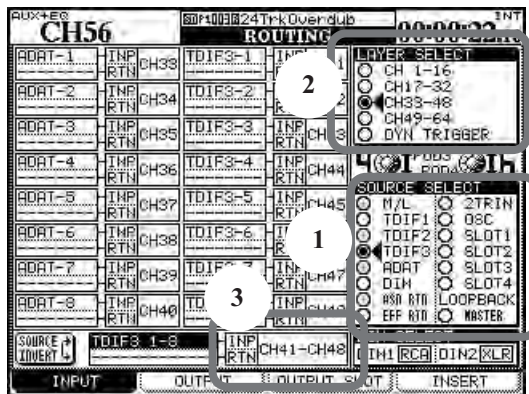

Figure 4.1: Routage des entrées
Les sources d'entrée sont les suivantes, comme listées en bas à droite de l'écran (1 en Figure 4.1, Routage des entrées) :
- 2 Sélectionnez la couche de destination de ces sources d'entrée avec l'encodeur POD 3 (2 dans la Figure 4.1, Routage des entrées). Choisissez entre :
Pour configurer 8 entrées/destinations à la fois, amenez le curseur sur la zone de configuration multiple en bas au centre de l'écran (3 dans la Figure 4.1, *Routage des entrées*). La destination est sur la droite et la source sur la gauche.